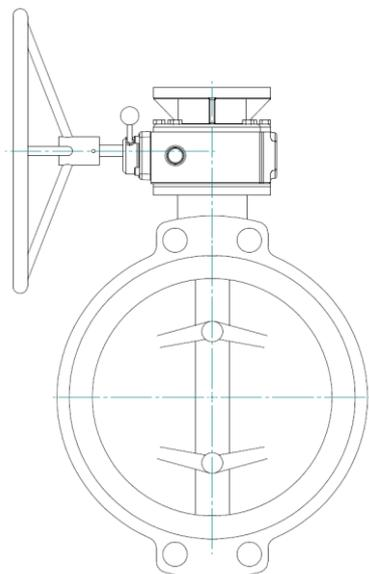

Рис. 4: Установка редуктора перпендикулярно и сверху арматуры.
8. Редуктор-дублер устанавливается перпендикулярно арматуре (см. рис. 4).